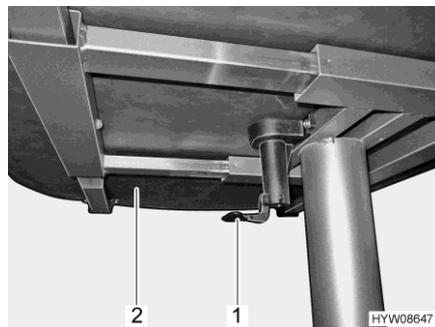

Fig. 64 Leva per spostare il piano del tavolo
- Tirare o spingere la leva (Fig. 64,1) verso il basso.
- Spingere il piano del tavolo (Fig. 64,2) nella posizione desiderata.